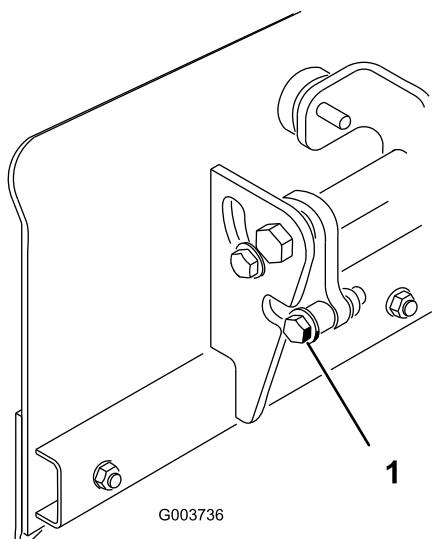

图 4
- 从刀片两侧拆下后止动螺栓、垫圈和隔片 图 4。保留这些部件以备随后的安装之用。